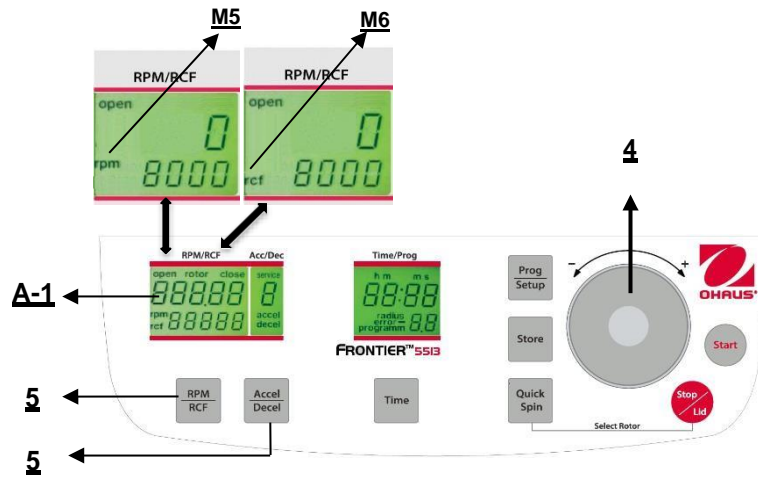

Figura. 13
Esta preselección se activa con el botón **"RPM/RCF"** (5) (consulte la Figura 13 a continuación). Al presionar el botón una vez, destella la palabra **"rpm"** (M5). Al presionar el botón dos veces, se puede seleccionar la preselección de las fuerzas centrífugas. Entonces aparece la palabra **"rcf"** (M6). Puede establecer los valores que desee con la dial de ajuste (1). En la pantalla (A-1) aparece permanentemente el valor regulado, antes, durante y después de la operación.